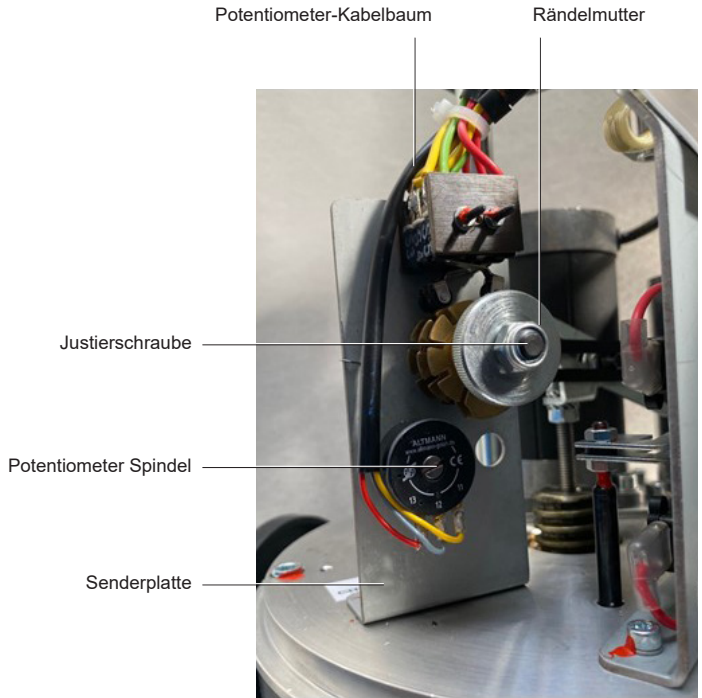

Abb. 13 Einbau und Einstellung des Potentiometers (8kN+)
- Siehe Abbildung 13: Einbau und Einstellung des Potentiometers (8 kN+) zur Orientierung am Produkt